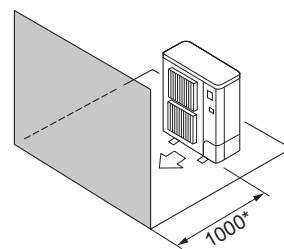

Fig. 2-6
- ④ Окружающие предметы - только спереди (Fig. 2-6)